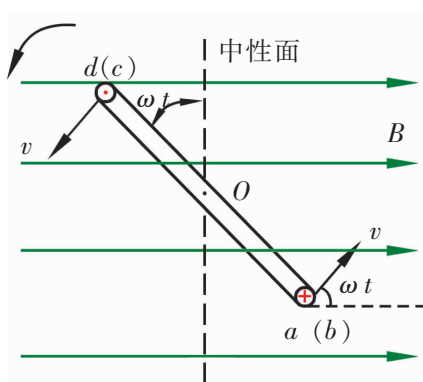

图 2-2-1
如图 2-2-1 是交流发电机线圈截面示意图，标有  $a$  的小圆圈表示线圈  $ab$  边的横截面，标有  $d$  的小圆圈表示线圈  $cd$  边的横截面。设  $ab$  边的长度为  $l$ ， $ad$  边的长度为  $l'$ ，外磁场的磁感应强度为  $B$ ，线圈平面从中性面开始转动，角速度是  $\omega$ ，经时间  $t$ 。则：
3. 在图 2-2-1 所示的交流发电机线圈中, 如果  $ab$  边长为  $l$ ,  $bc$  边长为  $d$ , 线圈转动的角速度为  $\omega$ , 线圈匝数为  $n$ , 磁感应强度为  $B$ , 求交变电动势的峰值  $E_m$ .